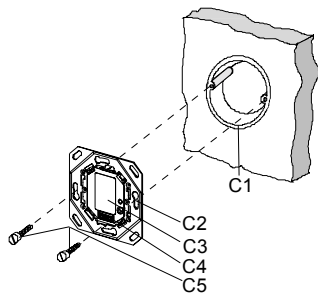

Bild 3: Montage des Treibers mit Bus-Anschluss
Der Treiber mit Bus- Anschluss ist so zu montieren, dass sich die Schnittstelle unten befindet (Bild 3). Dadurch ist sichergestellt, dass die auf die Schnittstelle aufzusteckende Anzeigeeinheit in der für die Bedienung richtigen Lage montiert wird.
- Lösen Sie die Schrauben des Treibers in der UP- Dose. (Bild 3)